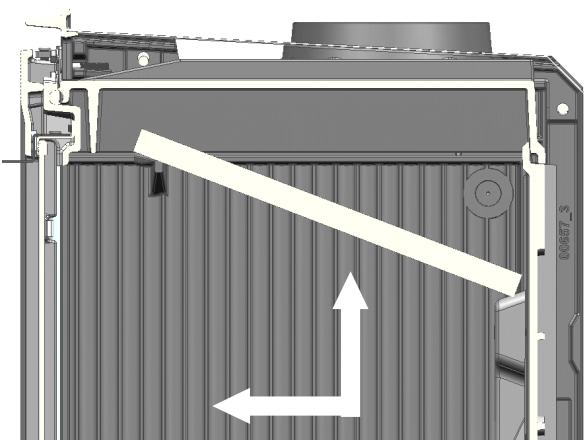

Fig.1
1. Deslide a placa deflectora para frente e para cima até que os pivôs sejam removidos das laterais dos alojamentos do defletor (Fig.1).